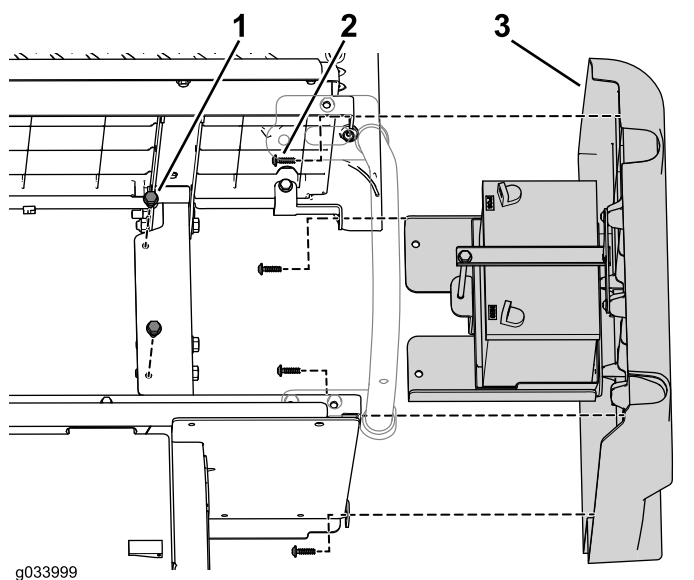

図 5
2. バッテリートレイをフレームに固定しているフランジボルト2本を取り外す 図 5。
3. 右パネルを下側座席アセンブリに固定しているねじ4本を外す 図 5。